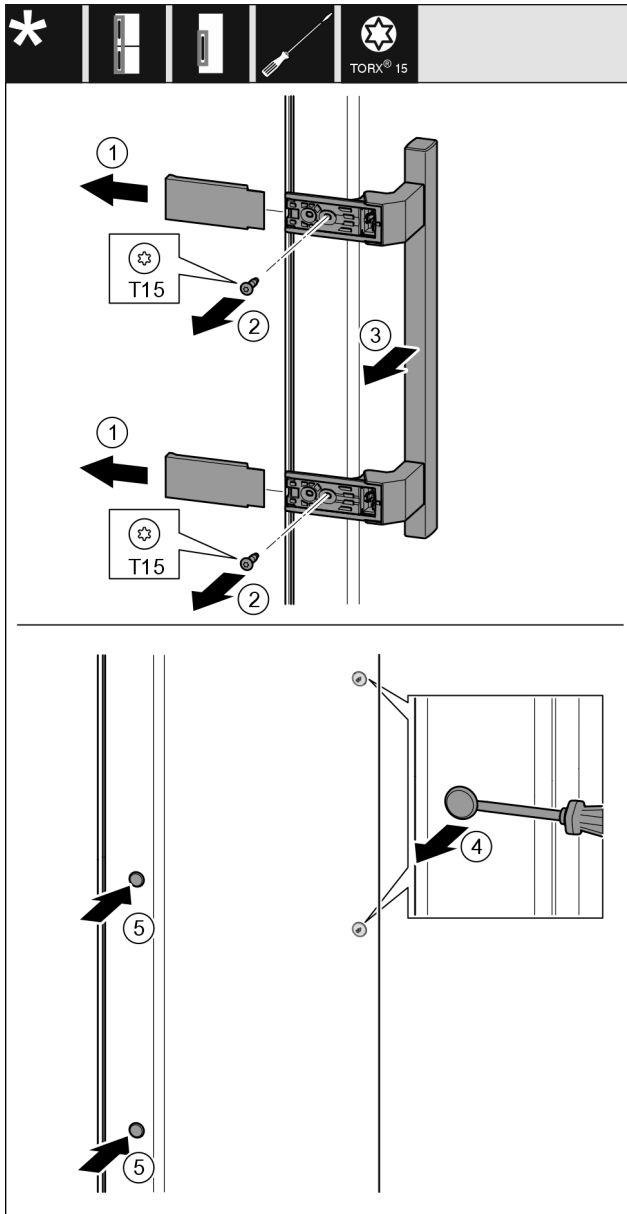

Fig. 54
- ▶ Afdekking Fig. 54 (1) wegtrekken.
- ▶ Schroeven Fig. 54 (2) met een schroevendraaier er uit draaien.
- ▶ Greep Fig. 54 (3) wegnemen.
- ▶ Til de zijplug voorzichtig Fig. 54 (4) op met een platte schroevendraaier en trek hem er uit.
- ▶ Plug Fig. 54 (5) aan de andere kant er weer insteken.